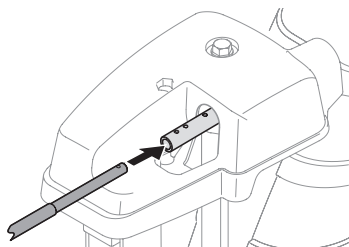

Figura 2-40
2. Inserte el extremo redondeado de la varilla de control del canal en el cabezal de control del canal. Empuje la varilla tan lejos dentro del cabezal de control del canal como sea posible, manteniendo los orificios en la varilla orientados hacia arriba. Consulte Figura 2-40.